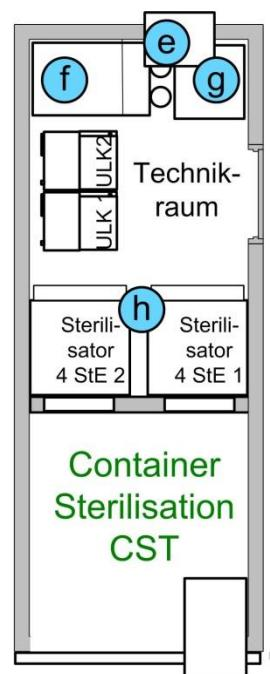

Abb. 14: Entnahmestellen für Wasserproben
- Die Wasserproben an folgenden Entnahmestellen (siehe Abb. 14:) zu nehmen und die Proben entsprechend zu bezeichnen: